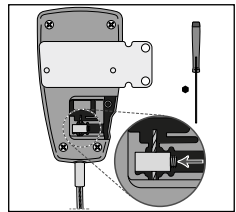

Fig. 6
5. Utilice el destornillador Allen para aflojar el tornillo de seguridad de punta cónica dos o tres vueltas y deslice el Bloque del extremo del cable interior (ver Fig. 6).